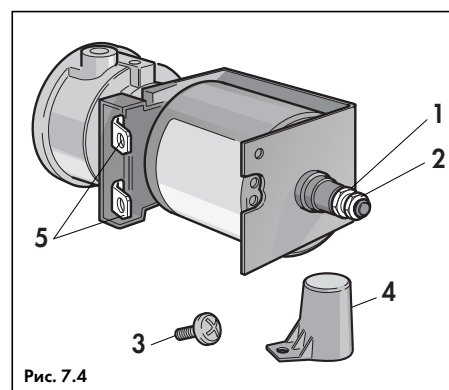

Рис. 7.4
- Вывинтить винт (3, рис. 7.4) и снять пластмассовый защитный колпачок (4, рис. 7.4) с модуляционного электромагнита;
- Вращая с помощью ключа на 7 регулировочный винт (2, рис. 7.4), установить давление газа на соплах, соответствующее значению, данному в таблице 7.1 для номинальной мощности аппарата:
- Установить пластмассовый защитный колпачок (4, рис. 7.4) на модуляционный электромагнит и закрепить его винтом (3, рис. 7.4);
- Разорвать цепь управления модуляционным магнитом, сняв один из штекеров с выводов (5, рис. 7.4);
- Вращая с помощью ключа на 9 регулировочный винт (1, рис. 7.4) установить стартовое давление газа на соплах, соответствующее значению, данному в таблице 7.2 в строке "мин. (старт)":
- Восстановить цепь управления модуляционным магнитом, надев штекеры на выводы (5, рис. 7.4). Тем самым аппарат будет переведен в режим работы с номинальной мощностью и на манометре можно считать соответствующее этому значению давления газа на соплах;